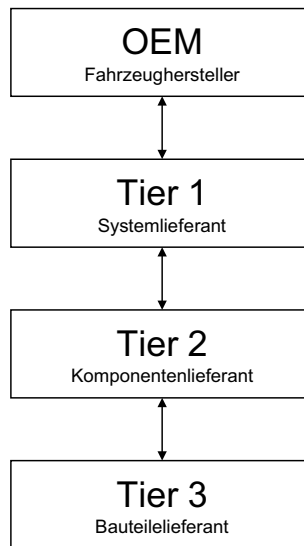

Bild 1 Unternehmensübergreifende Zusammenarbeit in der Automobilindustrie (Zuliefererkette)
- Verteilte Entwicklung über Unternehmensgrenzen hinweg, der Fahrzeugentwickler (OEM) gibt den Takt vor (Bild 1).